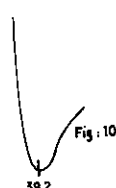

Fig. 10
- Régler 229 pour amener le marqueur 39,2 MHz comme indiqué fig. 10.